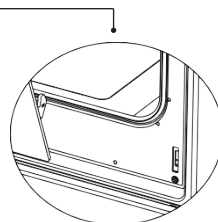

Figura 2.2
6. Para retirar facilmente a porta do forno, quando esta estiver quase fechada, segure a porta com as duas mãos e puxe-a para cima (figura 2.2).